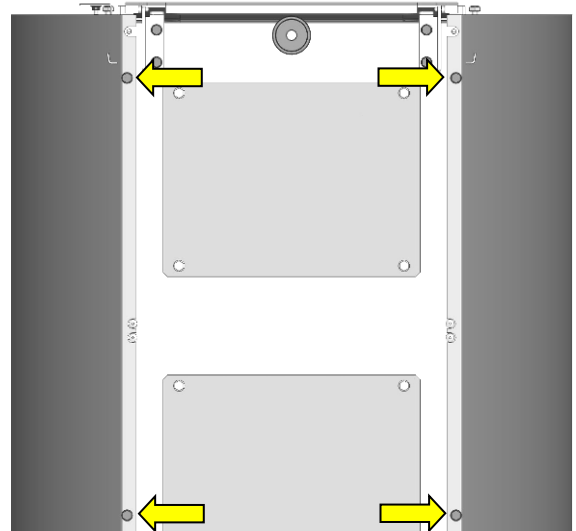
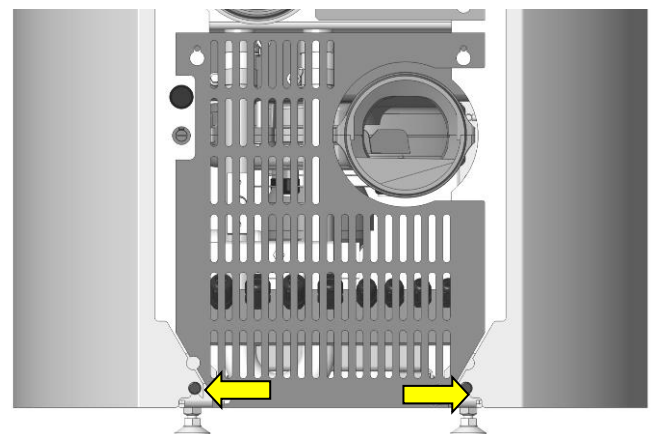

Fig. 27 : dévisser les vis arrière
Fig. 28 : desserrer les vis inférieures
3. Desserrer les six vis à l'arrière du poêle (voir Fig. 27 et Fig. 28).